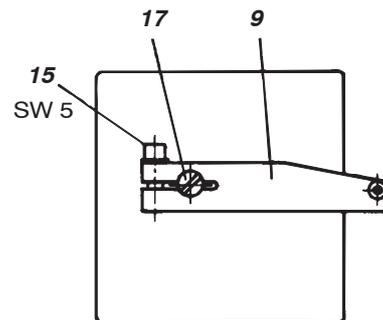

Abb. 22: Befestigen des Anlenkhebels
- e) Anlenkhebel **9** für Schwenkantrieb zunächst so auf der Durchführungswelle **17** befestigen, wie in Abb. 22 dargestellt.